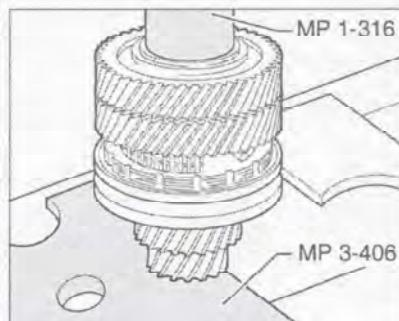

Рис. 7.89. Установка шестерни 5-й передачи.
20. Напрессуйте шестерню 5-й передачи на вал с помощью специального инструмента (рис. 7.89). Более высокий буртик шестерни должен быть обращен в сторону шестерни передачи заднего хода.